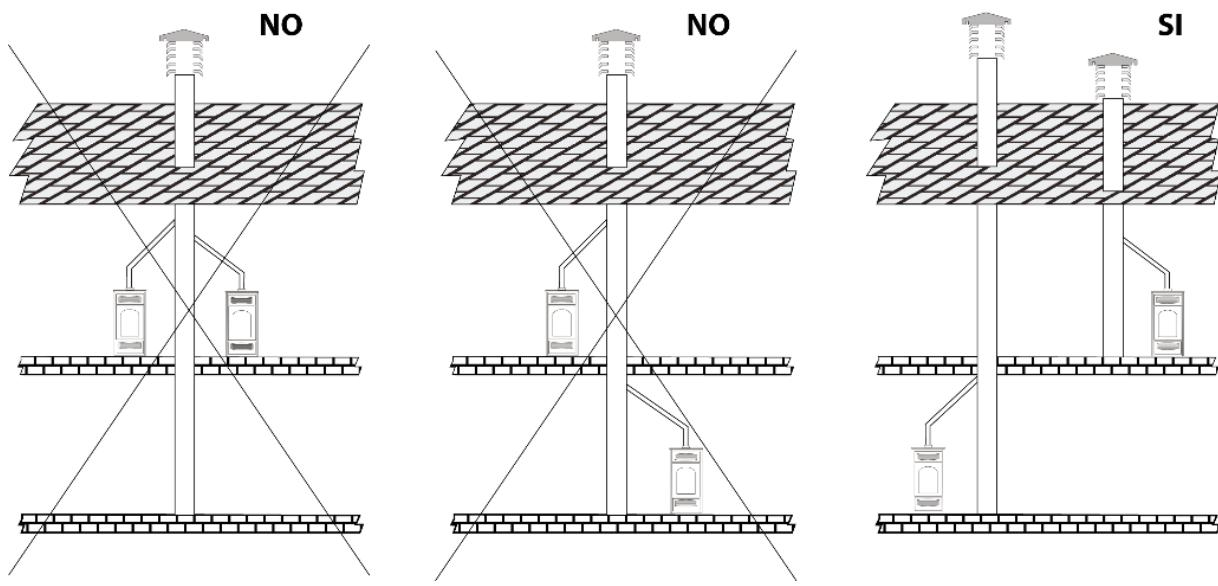

Fig.1
- Non sono ammesse canne fumarie collettive, non può essere collegato nessun altro caminetto, stufa, caldaia, o cappa aspirante di nessun tipo (fig.1).